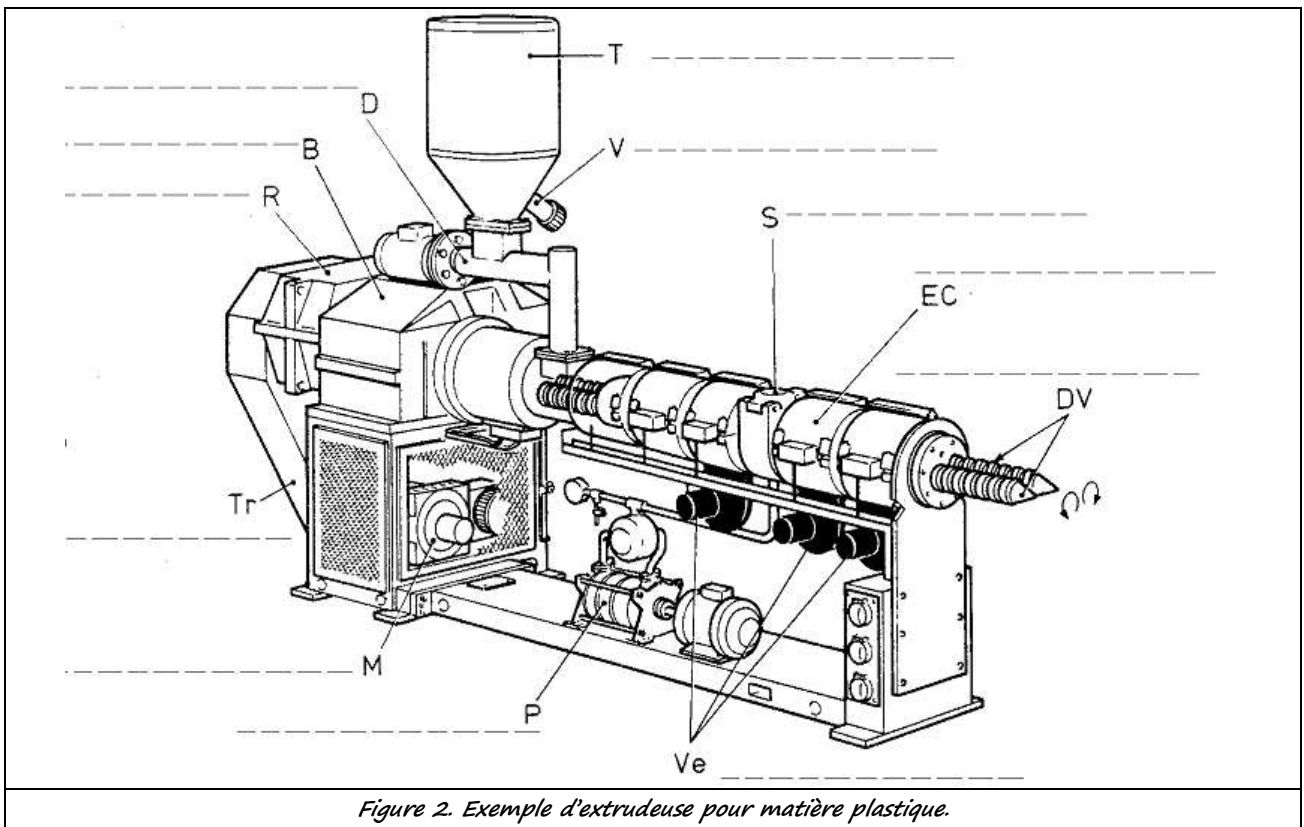

Figure 2. Exemple d'extrudeuse pour matière plastique.
3. La figure 2 montre une extrudeuse bivis. Identifier le nom des principaux éléments de cette machine ;